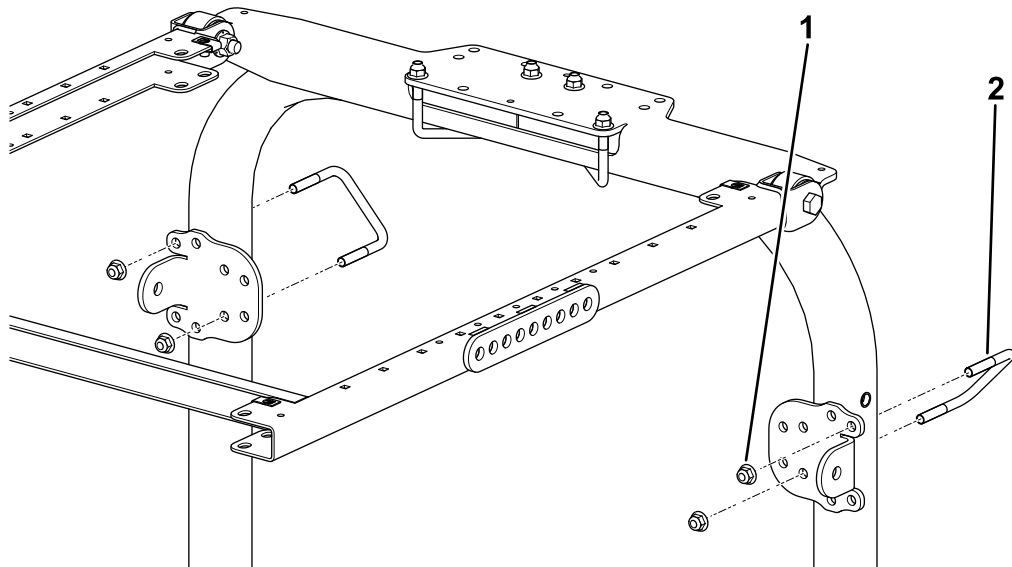

Bild 10
8. Befestigen Sie die Befestigungshalterung des Überrollschutzes mit zwei U-Bügeln ($4\frac{7}{8}$ " x $2\frac{3}{4}$ ") und vier Bundmuttern in den in Bild 10 abgebildeten Befestigungslöchern an der Oberseite des Überrollbügels.
9. Befestigen Sie jede Strebenhalterung lose mit einem U-Bügel ($3\frac{7}{8}$ " x $2\frac{3}{4}$ ") und zwei Bundmuttern in den in Bild 10 abgebildeten Befestigungslöchern an den Streben des Überrollbügels.